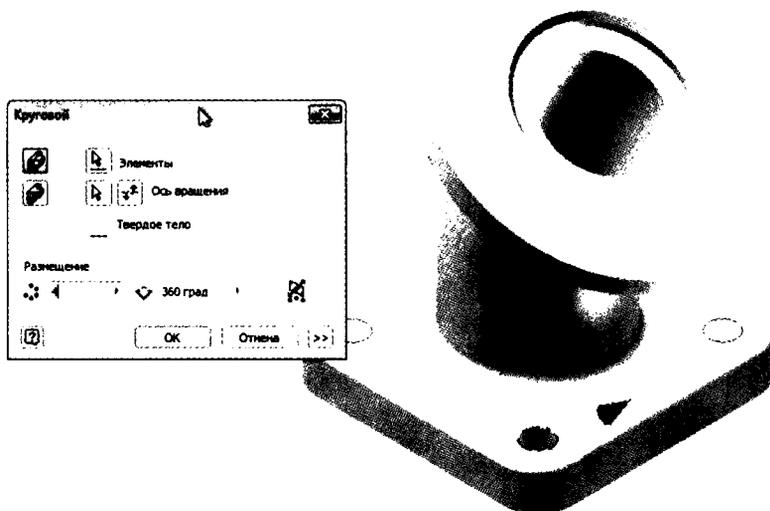

Рис. 3.30. Использование массивов экономит время на повторение действий и помогает заметить ошибки
7. Когда появится предпросмотр, показывающий отверстия, которые будут добавлены по углам, нажмите **ОК** для их создания. Рисунок 3.30 показывает адаптер на этом шаге.